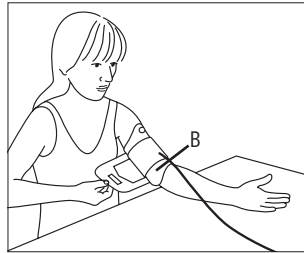

Fig. 2
- A reentrância anatômica B (ver Fig. 2) da braçadeira, em frente à pega da braçadeira, deve ficar apoiada na dobra do braço. O tubo deve ficar apoiado no meio da dobra do braço, na direção da mão.